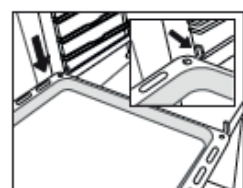

Fig. 5
5. Sistemare gli accessori sulle guide (Fig. 5, 6).